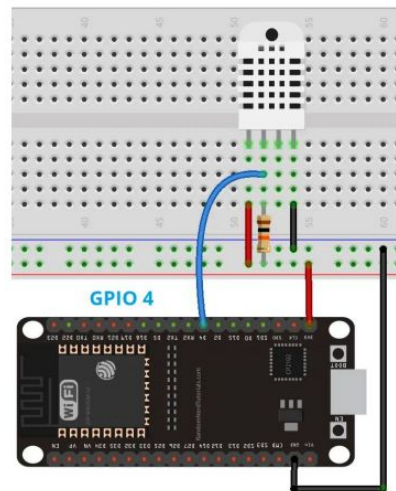
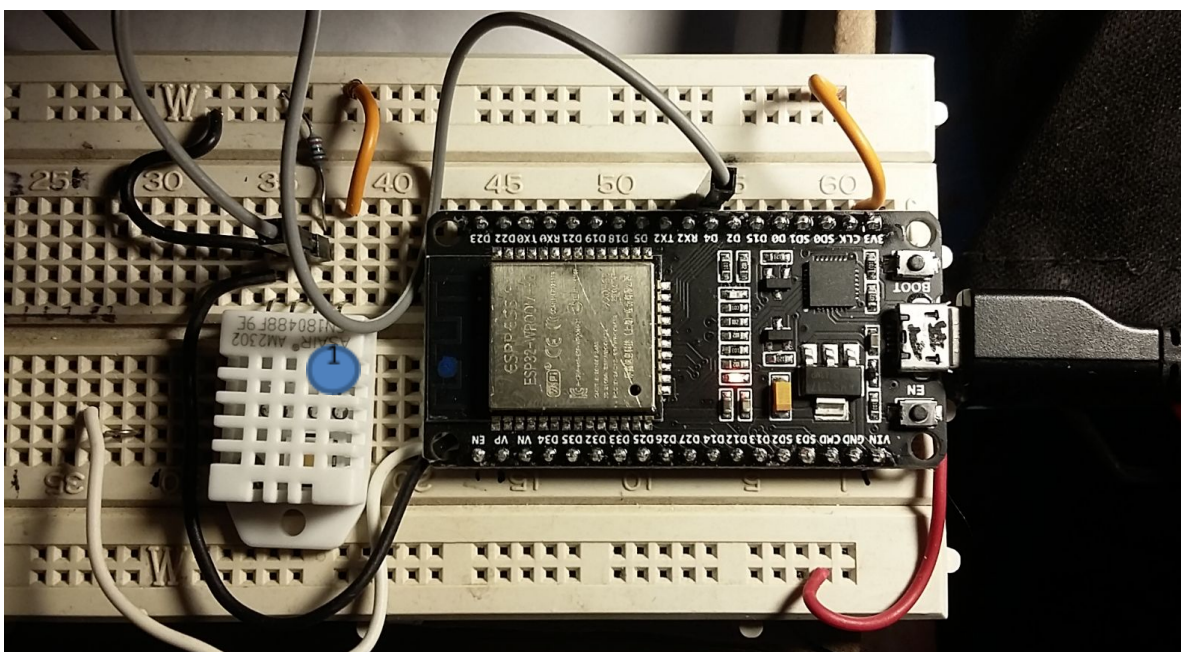

Figura 1 – Diagrama sugerido por cátedra DapIoT
Figura 2 – Vista del montaje de placas, con marca del pin1 del DHT22
1.1) Para el montaje se usó un ESP32 tipo DOIT-devkit-v1 (15 pines por lado) adquirido a Starware en setiembre. Hay muchos modelos distintos por lo cual esta conexión dependerá de la placa adquirida. La conexión es similar a la indicada por el PPT Clase5 / hoja 13 de la cátedra de DapIoT (Figura 1), solo que la que se indica es una placa de 18 pines por lado, y en el diagrama se utiliza GPIO4 para comunicar con el DHT. En nuestro caso se usó un DHT22 que viene marcado como AM2302. En la Figura 2 se ve el diagrama cableado, con marca del pin1 del sensor. La secuencia es Pin 1=Vcc (3V3, hasta 5V no hay problema); Pin 2 = Data; Pin 3 no conectado; Pin4 = GND. Se utilizó una resistencia de pull-up de 10K a 3V3 desde Data.